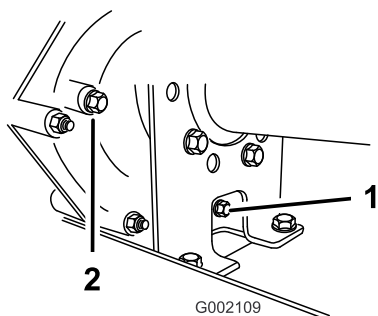
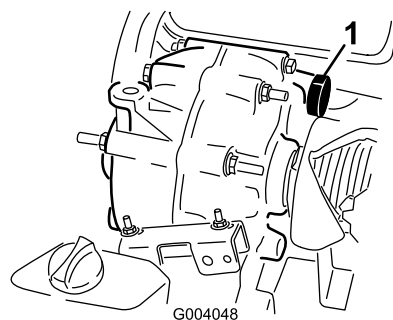

Figura 65
Figura 66
2. Limpie la zona alrededor de los tapones de vaciado y llenado con un trapo (Figura 65).
4. Retire el indicador girándolo en sentido antihorario (Figura 65).
5. Retire el indicador girándolo en sentido antihorario (Figura 65).
6. Instale y apriete el tapón de vaciado y la junta en el orificio de llenado de la transmisión (Figura 65).
7. Llene el depósito (Figura 66) a través del orificio de llenado con aceite del tipo especificado, hasta que el nivel de aceite de la transmisión esté enrasado con el borde inferior de la rosca (Figura 65).
8. Instale y apriete el tapón y la junta en el orificio de llenado de la transmisión (Figura 65).
10. Compruebe el nivel de aceite y añada más si el nivel de aceite está por debajo de las roscas del orificio de llenado (Figura 65).